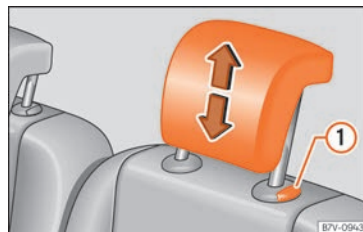

Abb. 157 Einbau der Kopfstützen der zweiten der dritten Sitzreihe.
- Bei gedrücktem Knopf die Kopfstütze »» **Abb. 157** ① entnehmen.